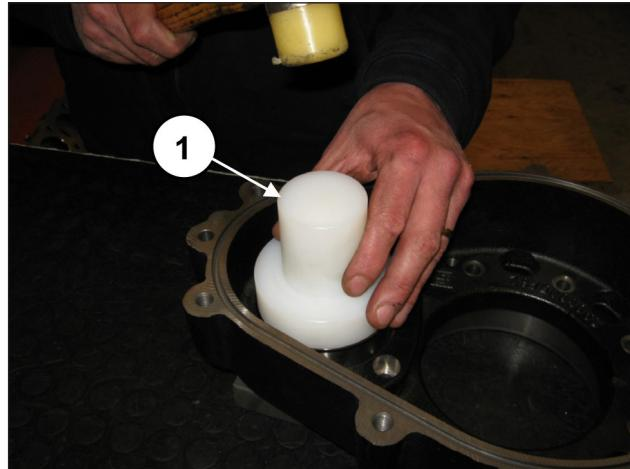
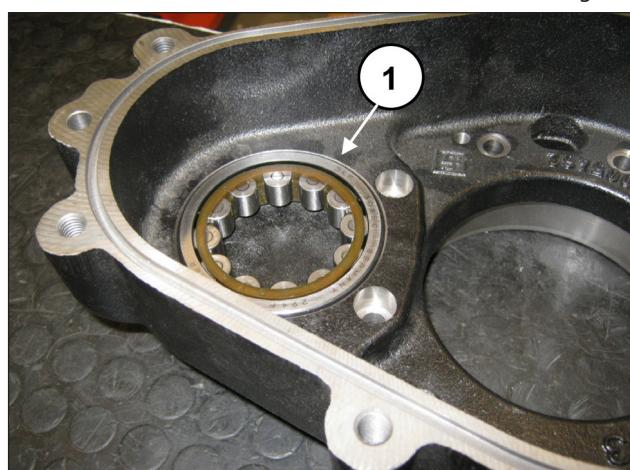

Fig. 53
Fig. 54
Na caixa do redutor, pré-monte o anel externo do mancal do pinhão usando a ferramenta cód. 27604900 (pos. ①, Fig. 53) até que ele esteja totalmente assentado (pos. ①, Fig. 54).